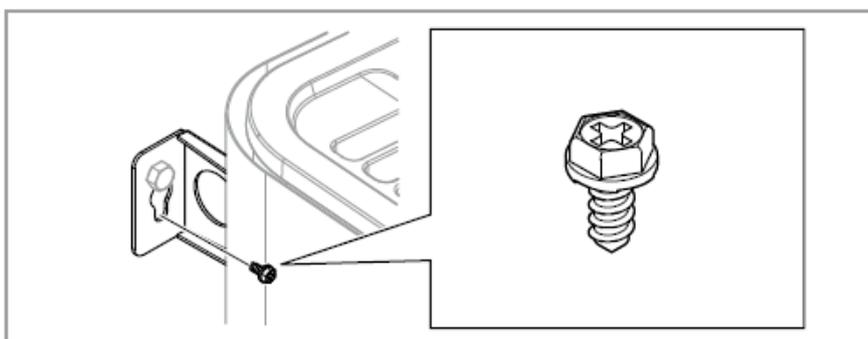

Figure 14: Lock screw for bracket
12. Bloccare il riscaldatore in posizione con la vite di blocco, vedere Fig. 14.